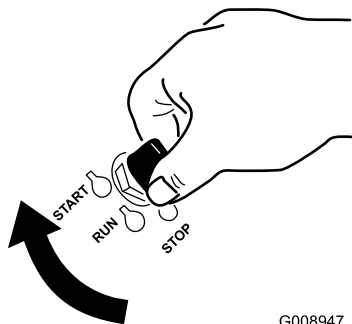

Рисунок 31
1. Поверните ключ в положение START (Пуск) (Рисунок 31).